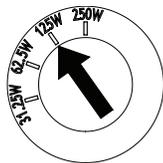

图 34
6. 使用平头螺丝刀将变压器阀门改为希望的功率级，如图 34 所示。